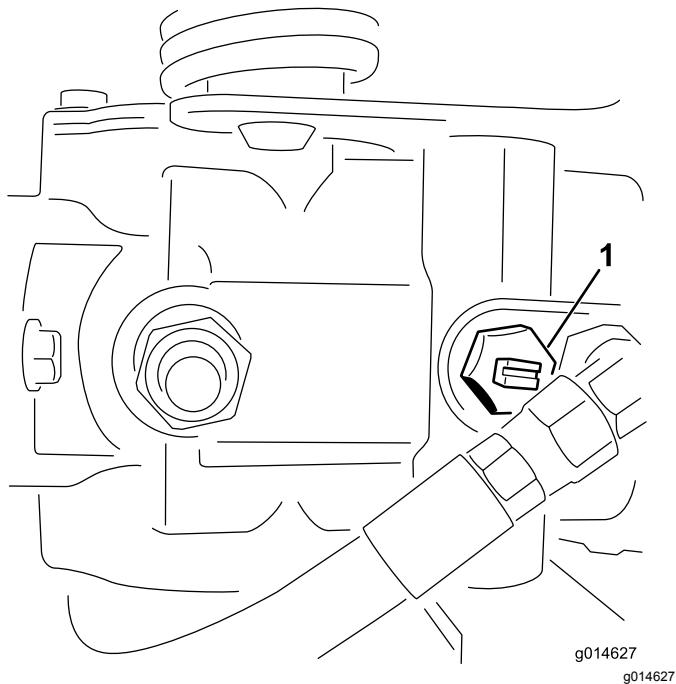

図 37
1. 油圧ポンプについているバイパスバルブ図37の溝が「縦」になるようにバルブを回転させる。
2. エンジンを始動する時には、必ずバイパスバルブ図37を閉じる溝が横向きになる。バルブを開けたままでエンジンを掛けないこと。